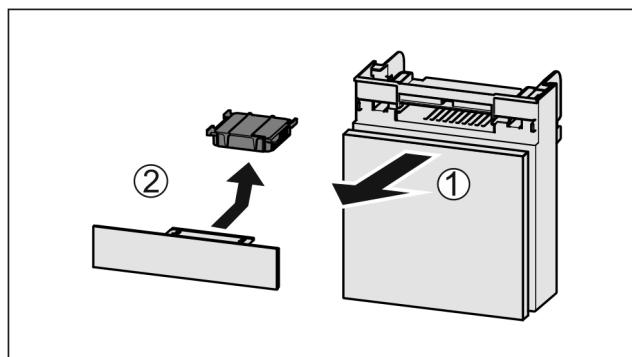

Fig. 72
- Predal izvlecite Fig. 72 (1) naprej.
- Odstranite Fig. 72 (2) aktivni ogleni filter.